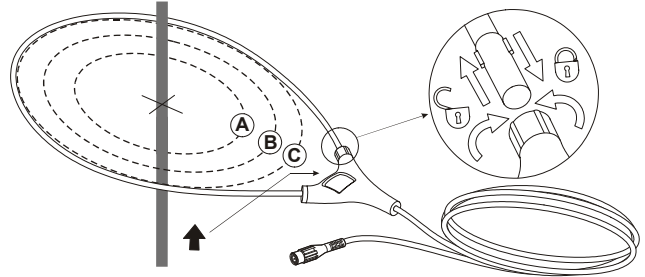

Figura 1. Applicazione della sonda flessibile intorno al conduttore.
2. Applicare la sonda flessibile intorno al conduttore (Vedere la Figura 1.)